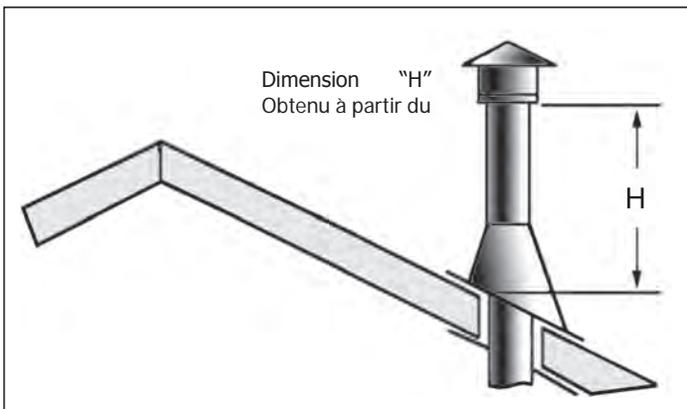

Figure 30: Hauteur d'évacuation verticale;
- Etape 8.** Continuez à ajouter des sections de tuyaux jusqu'à la hauteur du bouchon d'évacuation rencontre les exigences minimales du code. Reportez-vous à la figure 30 et le tableau 7. Notez que plus la pente du toit, la hauteur de l'évent doit être augmentée. Dans des conditions de vent fort, la proximité d'arbres, lignes de toitures adjacentes, les toits en pente abrupte et d'autres facteurs similaires peuvent entraîner un mauvais projet, ou vers le bas rédaction. Dans ces cas, l'augmentation de la hauteur d'évent peut résoudre le problème.